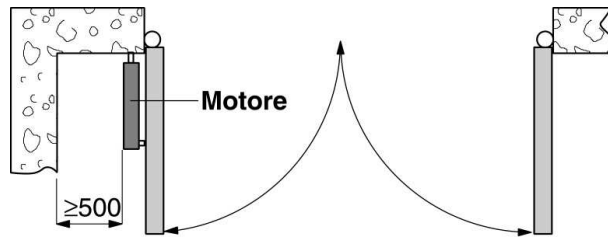

FIGURA 3
Impatto e schiacciamento nell'area di apertura (B)	<ul style="list-style-type: none">- Rispettate le distanze di sicurezza indicate in figura 3 (nel punto più sporgente dell'anta).